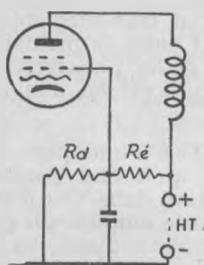
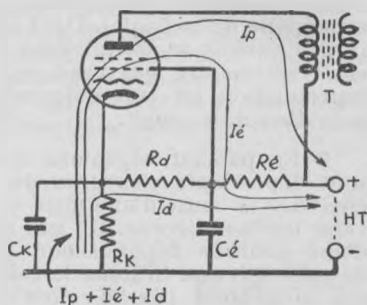

Fig. 60.
Fig. 61.
Les figures 60, 61 et 62 montrent comment il se présente, tantôt simple entre masse et + HT (60), tantôt plus complexe entre cathode et + HT (61) ou encore alimentant plusieurs écrans à des tensions différentes (62). Nous prendrons comme exemple la disposition de la figure 61, dont les autres ne sont que des simplifications ou des complications.
Si on a bien assimilé les explications ci-dessus, il est facile de transposer ce tableau pour l'appliquer aux autres dispositions de diviseurs, par exemple ceux des figures 60 et 62, et de modifier la valeur des résistances sans tâtonnements pour obtenir l'effet désiré.